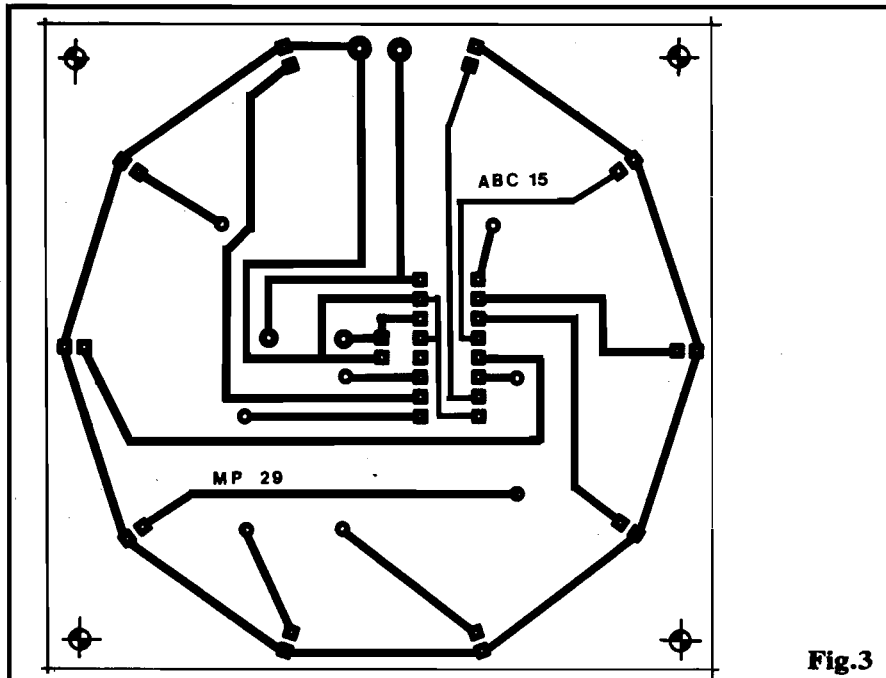

Fig.3
- FIG. 3 - LAY OUT (TAMANHO NATURAL) DO CIRCUITO IMPRESSO ESPECÍFICO - O padrão do cobreado (ilhas e pistas) especialmente desenhado para promover o substrato físico e elétrico da montagem, está na figura, em escala 1:1 (pode ser diretamente copiado sobre uma placa "virgem" nas convenientes dimensões, para a devida confecção do Impresso...). Notem que, numa montagem desse gênero, o lay out, em sua distribuição, contribui **muito** (senão totalmente...) para a própria beleza ou "elegância" visual final, uma vez que desse desenho básico depreende a organização geométrica do display! Aquele "jeitão de roda" é consequência da incorporação do display circular de LEDs ao próprio padrão básico do Impresso, o que - inclusive - facilitará muito a "vida" do montador, evitando uma profusão de fiozinhos na implementação final (detalhes à frente...). Como sempre, recomendamos muita atenção e cuidado na elaboração do Impresso (já tivemos várias "Aulas" e "Lições" a respeito... Quem - por acaso, "esqueceu" o assunto, de-